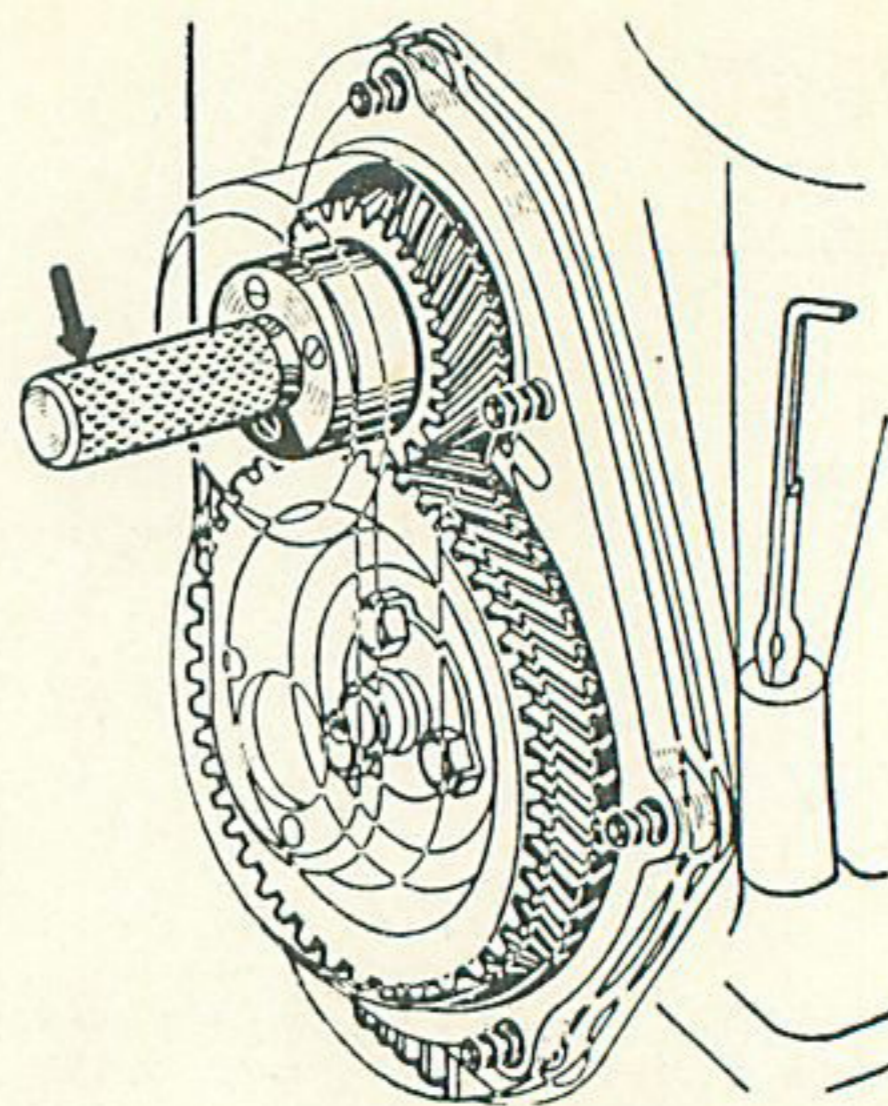

Fig. 24. — Centrage du couvercle de distribution.
- Utiliser un mandrin pour le centrer, avant de bloquer les écrous (fig. 24).